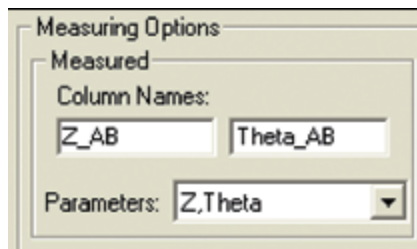

Figure 1
2. “Force Function/Measure” オプション画面において、Fig. 1に示したように測定オプションパラメータを” Z,Theta” に設定する。